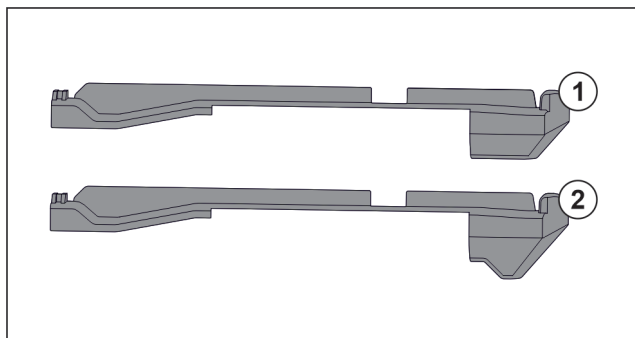

Fig. 124 Сравнение вставных частей
В устройстве находятся две разные вставные части. Вставная часть над самым нижним выдвижным ящиком Fig. 124 (2) имеет треугольную кромку. Все прочие вставные части Fig. 124 (1) имеют прямую кромку.
- ▶ Установите вставную часть Fig. 124 (2) с треугольной кромкой над самым нижним выдвижным ящиком.
- ▶ Установите вставную часть Fig. 124 (1) с прямой кромкой на все прочие места.